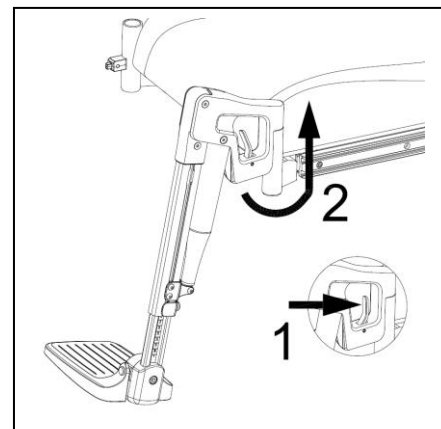

Abb. 6.2
- Drehen Sie nach Möglichkeit die Beinstützen zur Seite weg (Abb. 6.2). Nehmen Sie im Stuhl Platz.